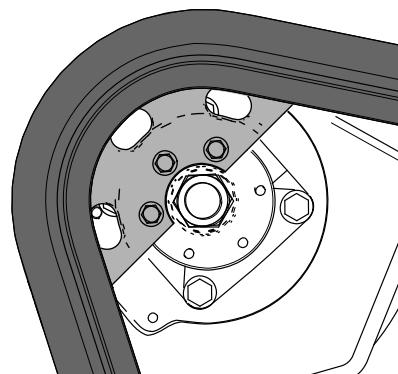

Bild 30
4. Schieben Sie den Fahrantriebshebel nach vorne, bis die eine Hälfte des Antriebsritzels in die Kette eingreift (Bild 30).